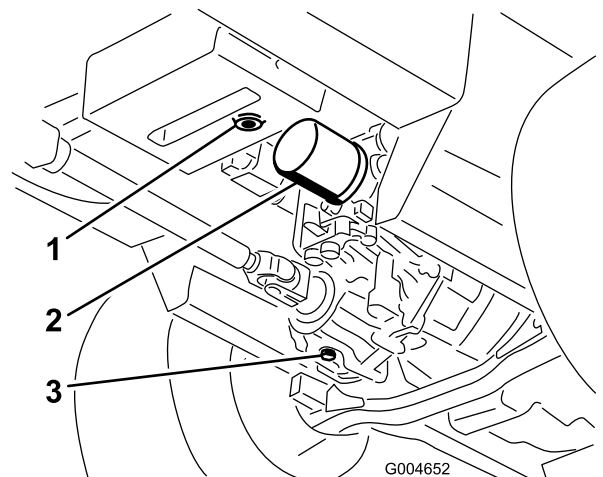

Figure 80
3. Placez un grand bac de vidange sous le réservoir hydraulique et le carter de transmission, et enlevez les bouchons pour vidanger tout le liquide hydraulique (Figure 80).
4. Nettoyez la surface autour du filtre à huile hydraulique et retirez le filtre (Figure 80).